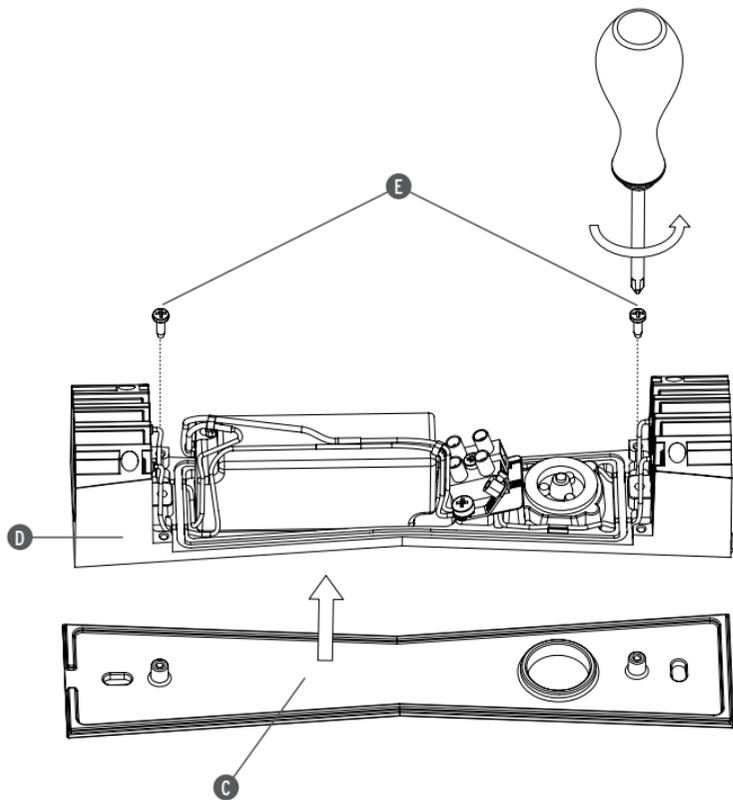

Fig. 2
<IT> Fig.2 Separare l'attacco a parete (C) dal corpo (D) svitando le viti (E).
<GB> Fig.2 Separate the wall attachment from the (C) body (D) unscrewing the screws (E).
<DE> Abb.2 Lösen Sie die Schrauben (E), um den Wandanschluss (C) vom Korpus (D) zu trennen.
<FR> Fig.2 Séparer l'attache murale (C) du corps (D) en dévissant les vis (E).
<ES> Fig.2 Separar el soporte de pared (C) del cuerpo (D) desatornillando los tornillos (E).
<PT> Fig.2 Separar o suporte de parede (C) do corpo (D) desapertando os parafusos (E).
<RUS> Рис.2 Отделить несущую панель (C) от основной части (D), вывернув винты (E).